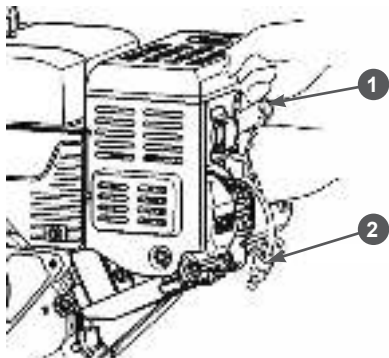

Рис. 41 Обслуживание свечи зажигания
1. Снимите со свечи зажигания колпачок 1 высоковольтного провода и удалите грязь вокруг свечи зажигания (Рис. 41).
- Открутите свечу зажигания свечным ключом² (Рис. 41).